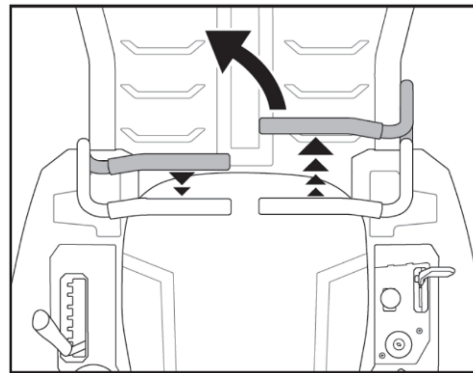

Fig.16B
2. För att svänga åt vänster flyttar du den vänstre spaken för drivningskontroll bakom högre spaken. (Fig. 16B)